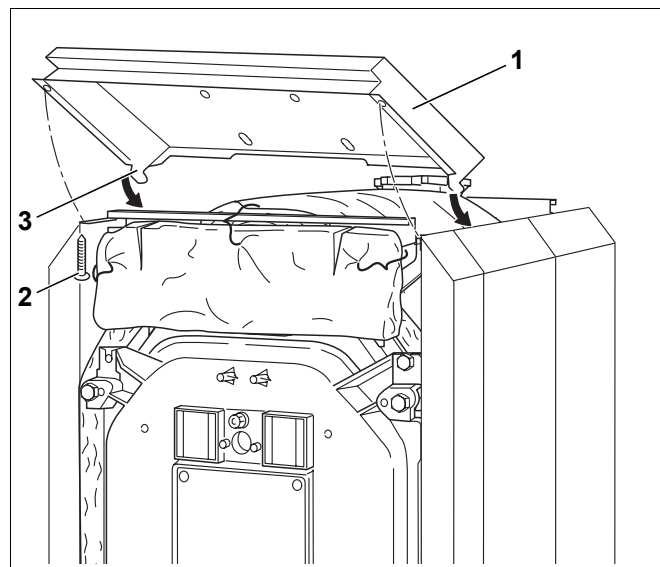

Fig. 52 Montaggio della copertura anteriore
- Agganciare il pannello di copertura anteriore (fig. 52, [1]) con entrambi i ganci (fig. 52, [3]) ai pannelli laterali anteriori.
- Con due viti autofilettanti (fig. 52, [2]) avvitare dal basso il pannello di copertura anteriore alle guide longitudinali.